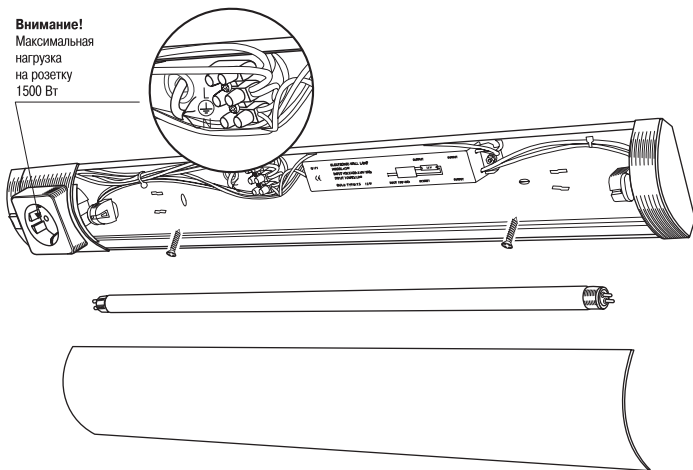

Рисунок 2
- снимите со светильника рассеиватель и люминесцентную лампу (рисунок 2);
– отверните винты клеммных зажимов, соедините подготовленные провода с позициями L, N и в клеммном зажиме (рисунок 2), затяните винты клеммника;